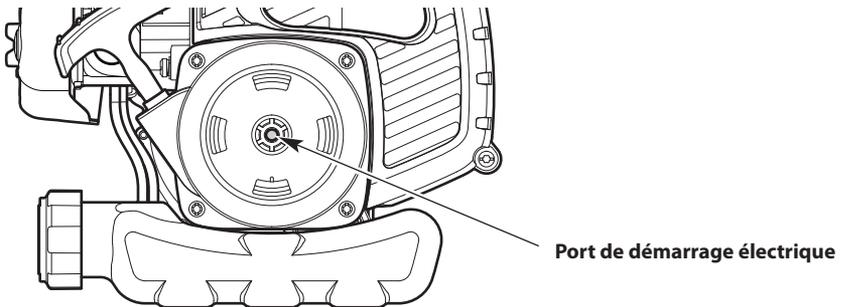

Fig. 13
Certaines unités peuvent être démarrées avec un accessoire de démarrage électrique offert en option (articles vendus séparément). Les unités à démarrage électrique sont étiquetées comme telles et comprennent un port de démarrage électrique (Fig. 13).
4. Insérer l'accessoire de démarrage électrique dans le port à cet effet (Fig. 13).